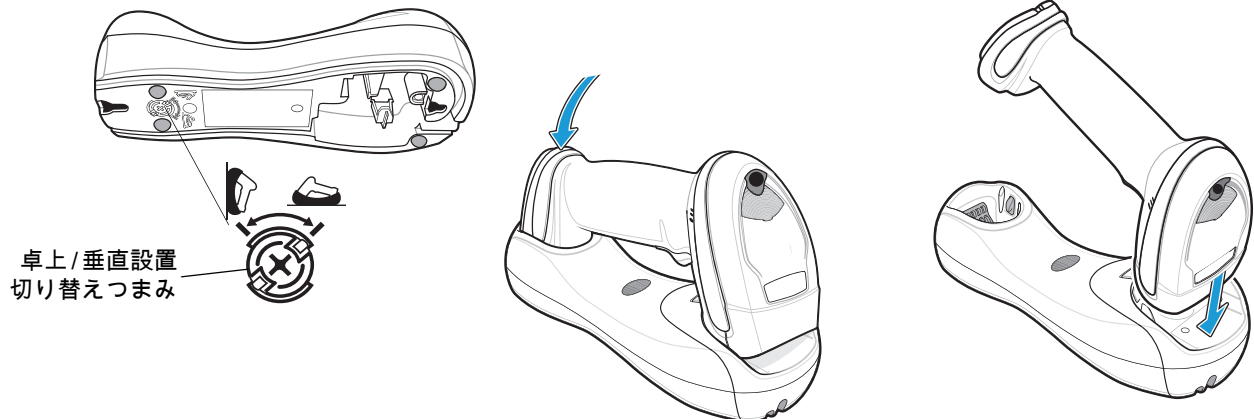

図 1-10 水平取り付け - リニア イメージャ スキャナをクレードルに装着する
2. 卓上/垂直設置切り替えつまみが、図 1-10 に示すように正しい位置に設定されていることを確認します。